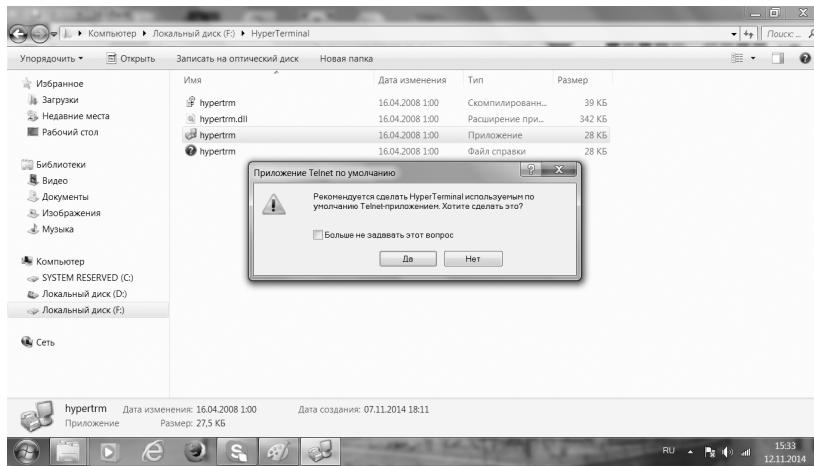

Рис. 17
4.2. При нажатии на соответствующий ярлык приложения появится окно, где необходимо согласиться сделать приложение Hyper Terminal приложением по умолчанию для данного ПК (рис. 17).